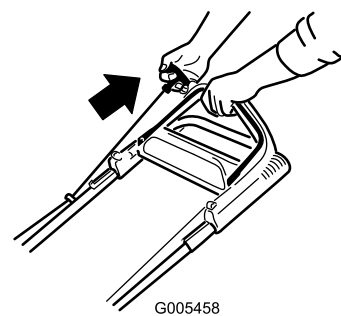
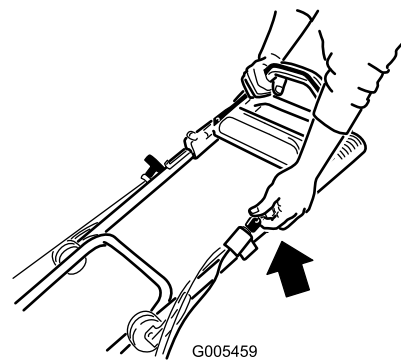

Figure 14
Figure 15
3. Tirez sur le lanceur (Figure 14) ou tournez la clé de contact comme illustré à la Figure 15 (modèle 20638 uniquement).